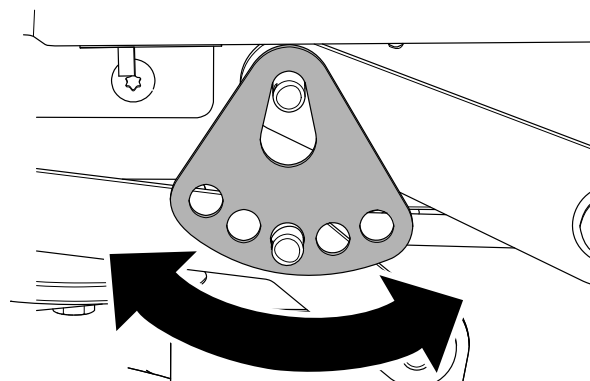

**Figure 71**
6. Retirez la goupille fendue et la rondelle de l'axe inférieur du bras de levage (Figure 71).